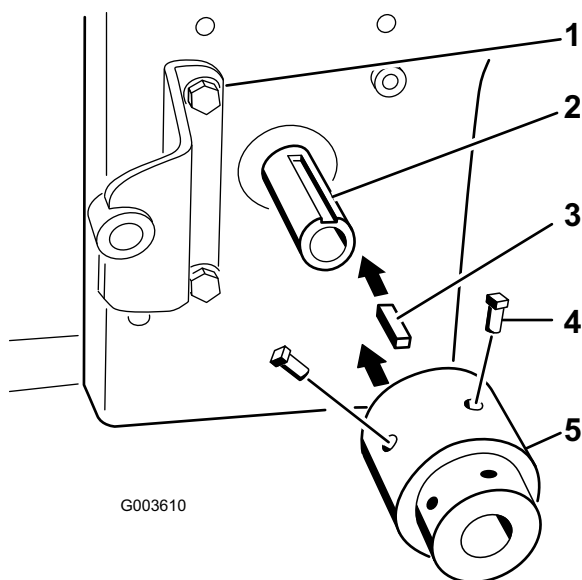

Figure 19
- Placez la clavette carrée (1/4 x 1") dans la fente de l'arbre de PDF du moteur (Figure 19).
7. Alignez l'ensemble moyeu sur la clavette carrée et posez-le sur l'arbre de PDF (prise de force) du moteur (Figure 19).
8. Appliquez du produit Loctite® sur les 2 vis de réglage (5/16 x 3/4 pouce) et placez-les dans l'ensemble moyeu pour le fixer à l'arbre de PDF (Figure 19).